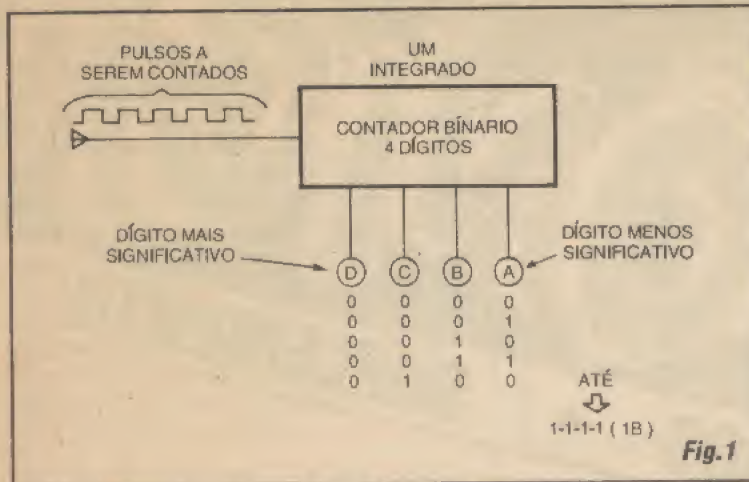

Fig.1
- FIG. 1 - RECORDANDO O CONTADOR BINÁRIO INTEGRADO... - Conforme já vimos nas aulas imediatamente anteriores do curso, um **CONTADOR BINÁRIO** de 4 dígitos é um bloco lógico capaz de receber na sua *entrada* um trem de pulsos, contá-los, decodificá-los e finalmente mostrar, nas suas 4 *saídas*, a notação binária equivalente à quantidade contada, desde 0000 até 1111 (ou seja, de 0 a 15, em decimal...). Já sabemos também que um bloco integrado contador de 4 dígitos é internamente formado por 4 *divisores por dois*, devidamente *enfileirados*. É importante notar, desde já, que convencionou-se codificar as 4 saídas digitais em binário, com as letras maiúsculas **A, B, C e D**, atribuindo-se o **A** para a saída correspondente ao dígito *menos significativo* (ou seja: a *casa da extrema direita*, na notação binária...) e o **D** para o dígito *mais significativo* (*casa* ou *coluna da extrema esquerda*).
da, na notação...). Vimos ainda, que embora um conjunto contador desse tipo possa ser feito com blocos ou gates independentes, corretamente arranjados, graças à intensa miniaturização conseguida pela indústria de componentes, tornou-se relativamente comum a possibilidade de apenas um integrado *embutir* todo esse conjunto de funções complexas, conforme sugere o diagrama da FIG. 1...